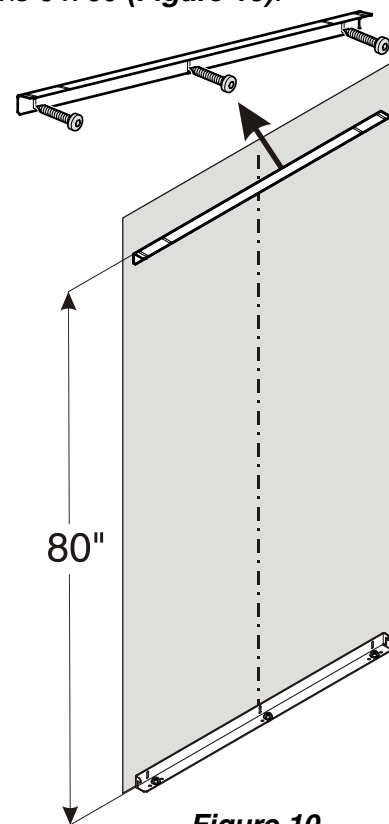

Figure 10
1. Monter l'équerre anti-bascullement fournie contre le mur à l'aide de vis 6 x 60 (Figure 10).